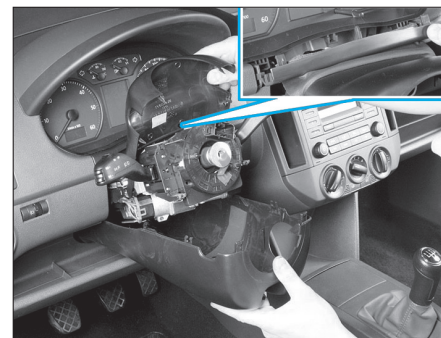

Fig. 5
- Déposer les deux demi-coquilles en les dégrafant l'une de l'autre. La partie supérieure est aussi à dégrafer de la planche de bord (Fig.5).